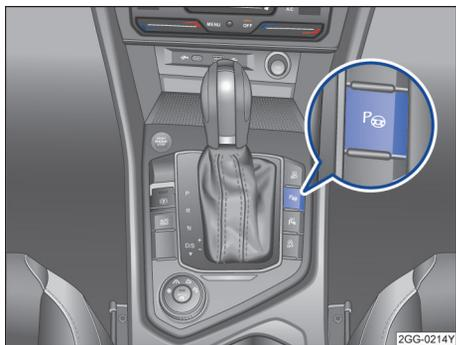
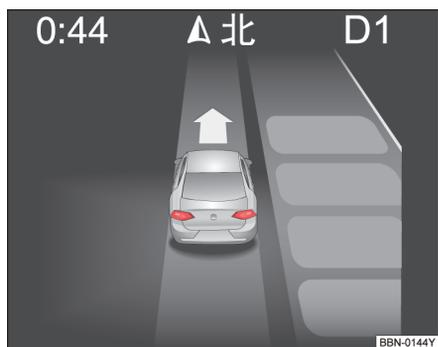

图 131 智能泊车辅助系统打开按钮
图 132 显示：垂直车位泊车
- 按下按钮→图 131。如果该功能已打开，则按钮中的指示灯会亮起 .
- 再次按压按钮  切换至垂直车位泊车→图 132
- 以低于 20 km/h 的车速，与停放车辆保持 0.5 m 到 1.5 m 的横向距离，从停放的车辆旁驶过→图 132。
如果车速在约 20 km/h 至 45 km/h 之间时按下按钮→图 131，则只要当车速低于 20 km/h 时，屏幕会自动切换到寻找车位的显示画面→图 132。当车速超过约 45 km/h 时，智能泊车辅助系统自动关闭。按钮中的指示灯熄灭→图 131。